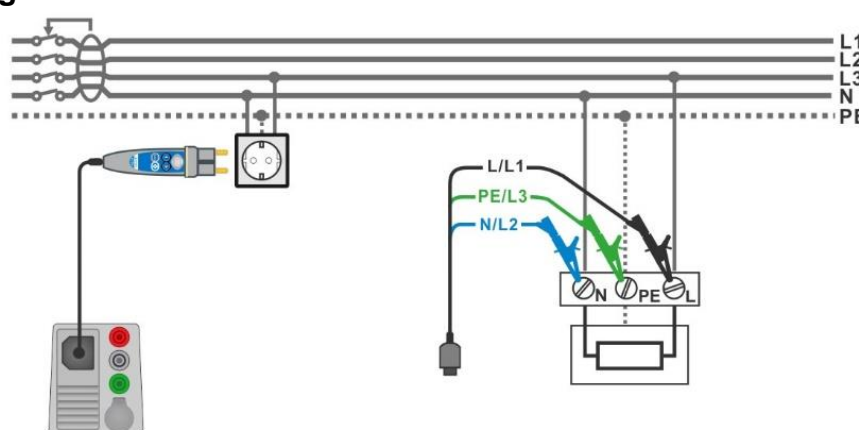

Fig. 4.110: AUTO TN (RCD) måling
- › Forbind 3-leder testledninger eller Plug commander til objektet der skal testes, se **Fig. 4.110**.